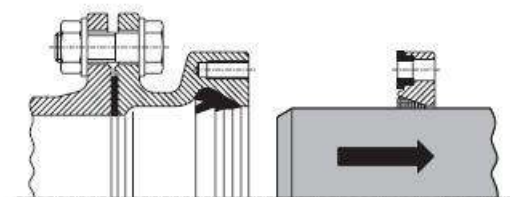

Bild 6
2. Das Rohr unter Drehung (links/rechts) und Zug entfernen. (siehe Bild 6)